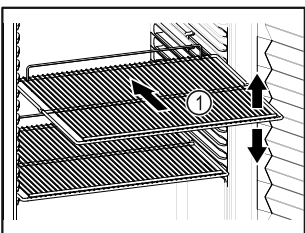

Fig. 61 Näitlik kujutis
- Kui hoiuresti Fig. 61 (1) on teisaldatavad, siis kohandage olenevalt kõrgusest.